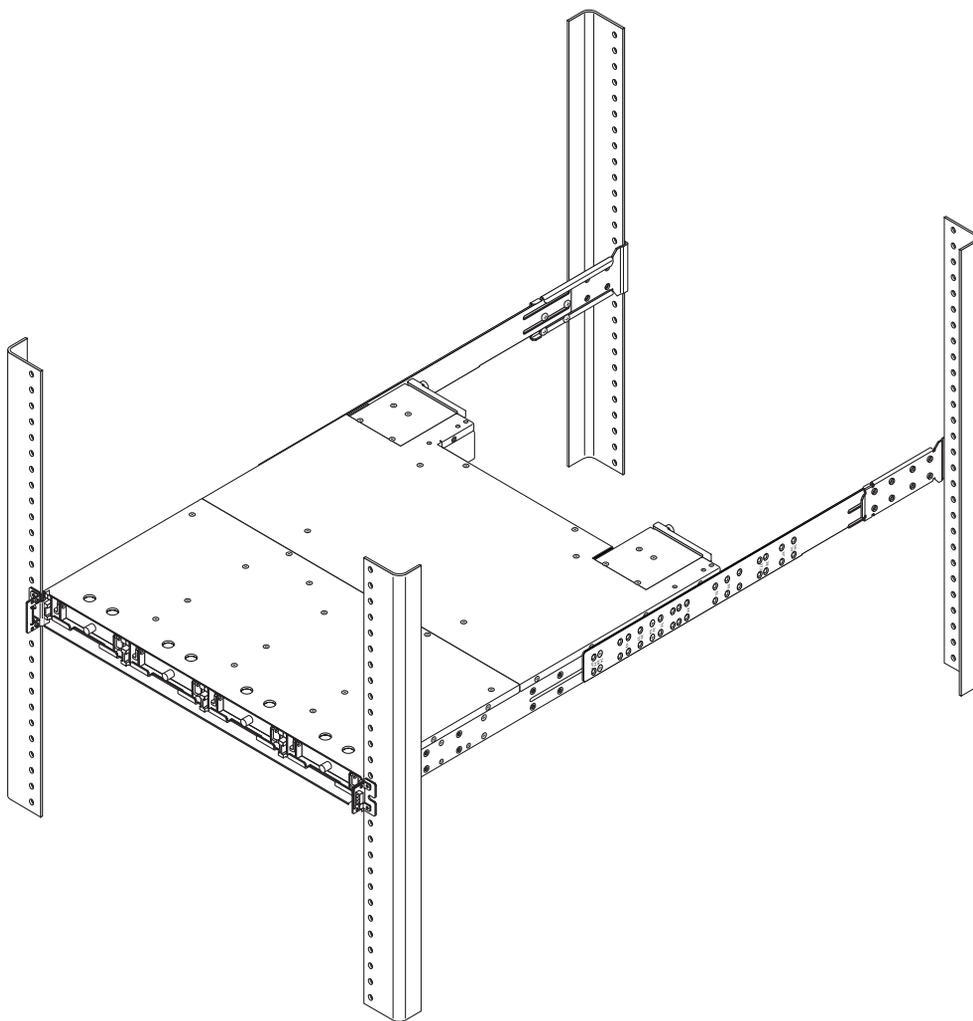

図 2-1 シャーシイヤーとベゼルを取り外してリアブラケットを使用してラックマウントしたキャビネットアレイ (取り付け後)
- 24 ～ 36 インチ (60.96 ～ 91.44 cm) の奥行き範囲に対応するリアおよびサイドブラケットを使用してキャビネットをマウントできます。図 2-1 は、リアおよびサイドブラケットを使用して、標準の EIA キャビネットに Sun StorEdge 3000 Family 1U アレイを取り付けた状態を示しています。
取り付け作業中は、表 2-1 の部品リストおよび図 2-1 を参照してください。この表は、キャビネットにアレイを取り付けるために必要な主なコンポーネントとねじ類のリストです。